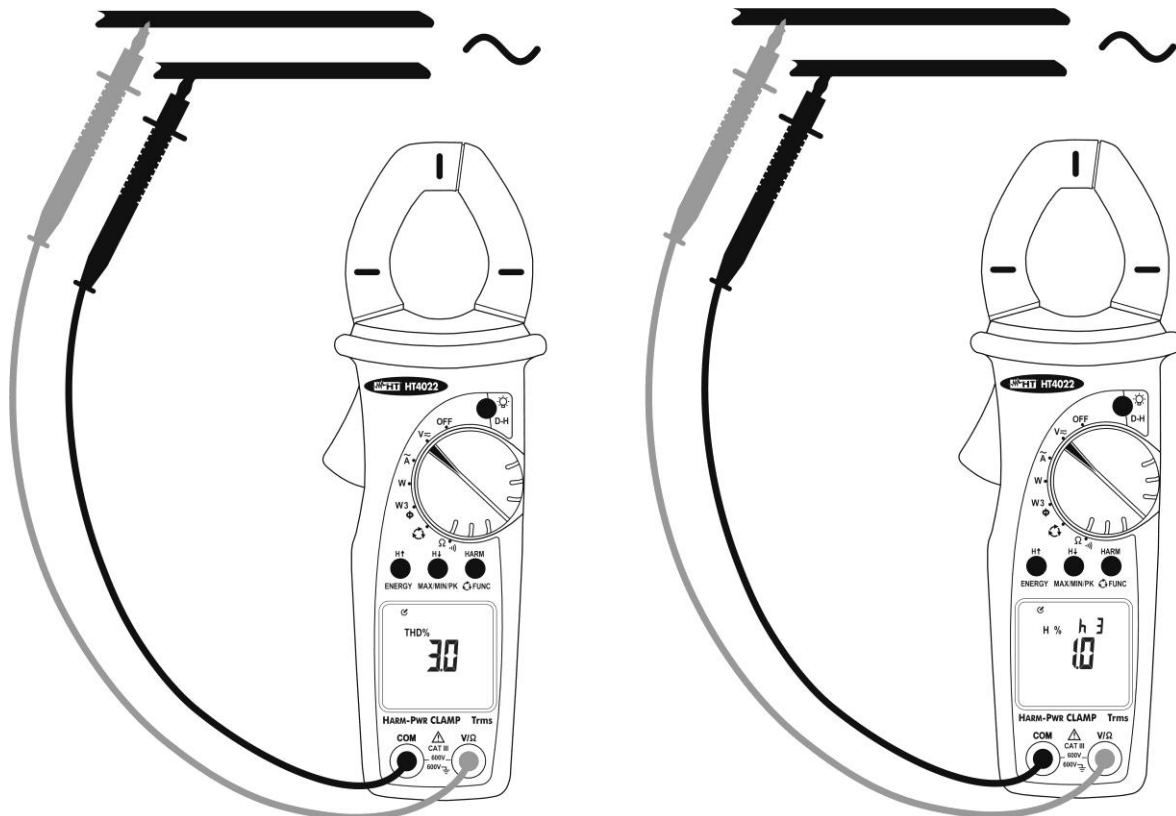

Fig. 6: Uso dello strumento per misura di armoniche di tensione AC
4. Posizionare i puntali nei punti desiderati del circuito in esame (vedere Fig. 6). Lo strumento visualizza il simbolo "**THD%**" corrispondente alla misura percentuale della Distorsione Armonica Totale per la tensione in esame (per il significato delle grandezze misurate vedere il § 8)